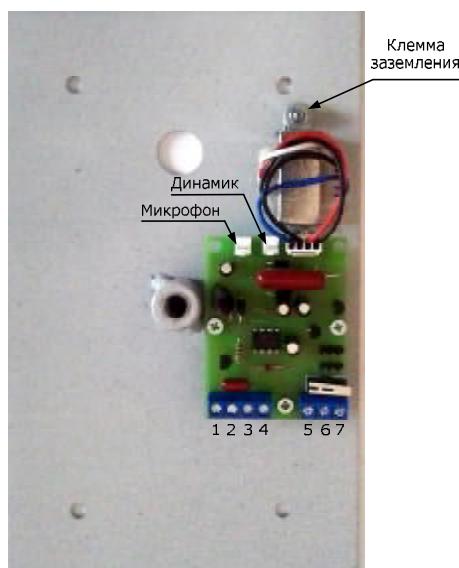

Рисунок 6.2 GC-2201PU со снятой крышкой.
- С помощью специального ключа отвернуть центральный крепежный винт и снять крышку устройства (рисунок 6.2);